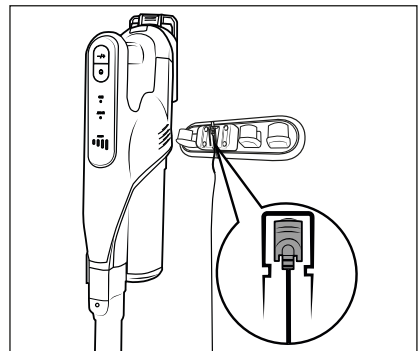

Fig. 6
- ◆ Coloque la aspiradora en el soporte mural **17** desde arriba de forma que el conector coaxial **10** se introduzca en la conexión de carga **2** de la parte inferior del aparato. Tras esto, el indicador de la batería **26** comienza a parpadear y se inicia el proceso de carga (consulte la fig. 6 y la 7).